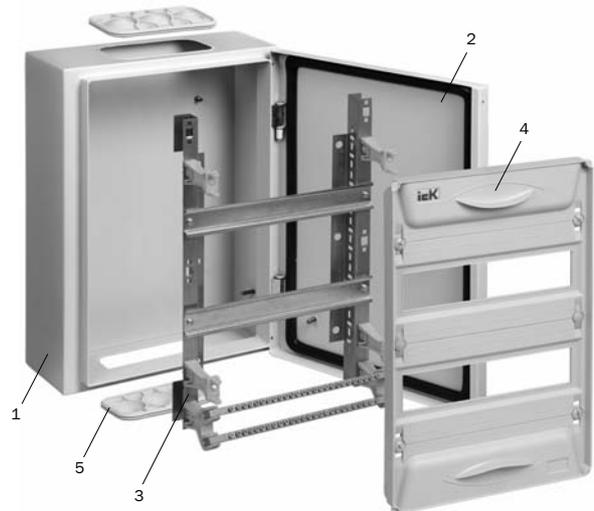

Рис. 2 Конструкция корпуса серии «Универсал»
Корпус металлический ЩРн серии «UNIVERSAL» (рис. 2) состоит из оболочки (1) с открывающейся дверцей (2), монтажной рамы (3) и оперативной панели (4).